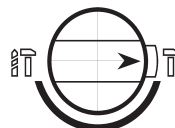

Fig. 4
Gire o botão (7) para o modo:  (Ver fig.4)